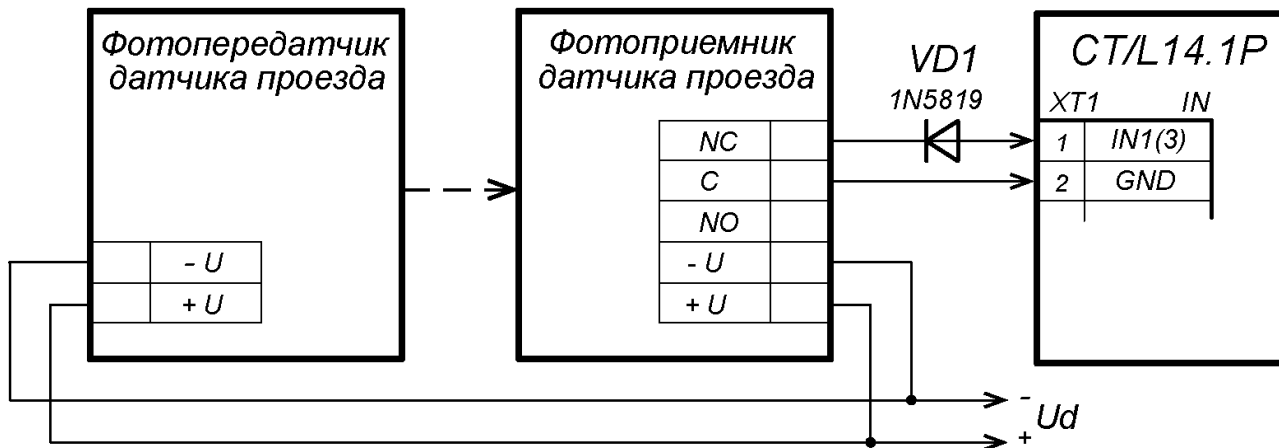

Рисунок 10. Пример схемы подключения датчиков проезда
3. Датчик проезда подключается к клеммной колодке **ХТ1** нижней платы контроллера согласно схеме, представленной на рис. 10. Для подключения используйте тип кабеля №4 (см. табл. 4). При подключении нескольких датчиков их выходы включаются последовательно.